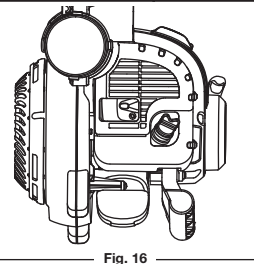

Fig. 16
- Placez l'appareil sur une surface plane pour que le cultivateur soit en position horizontale afin de relever correctement le niveau d'huile (Fig. 16).
- Retirez le bouchon de remplissage / jauge d'huile et vérifiez le niveau d'huile. L'huile devrait atteindre le haut de la jauge (Fig. 16).